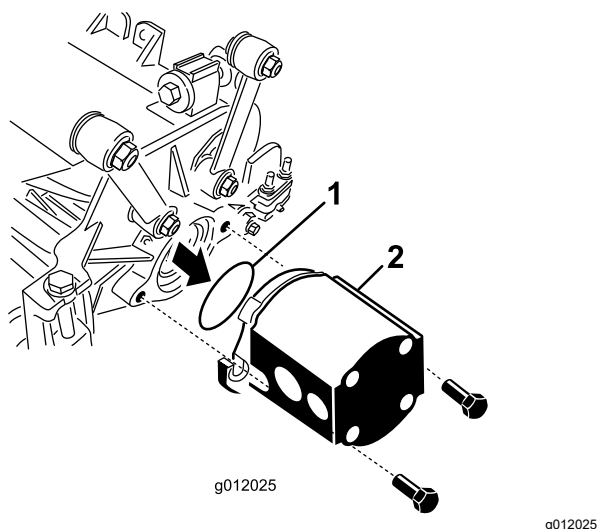

Figura 24
5. Insira o anel de retenção (fornecido com a unidade de corte) no friso do motor de transmissão (Figura 24).
6. Monte o motor na extremidade de acionamento da unidade de corte e fixe-o com 2 parafusos fornecidos (Figura 24) com a unidade de corte.